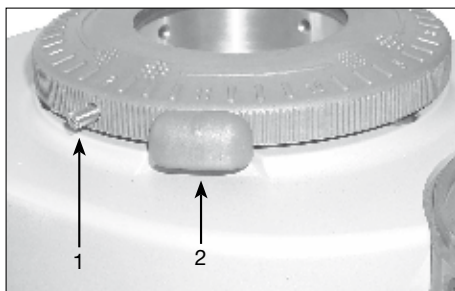
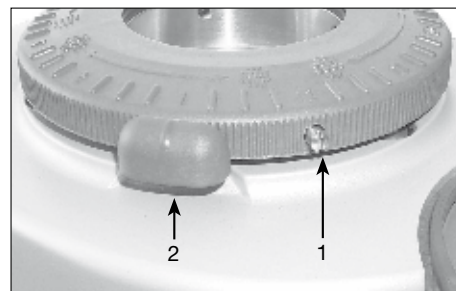

Abb. 1 - korrekte Montage
Abb. 2 - falsche Montage
7. Abschließend die Verstellmutter montieren und darauf achten, daß sich die Befestigungsschraube des Trichters im Gegenuhrzeigersinn vor dem Haltestift der Mahlsteine befindet, wie dies in Abb. 1 gezeigt ist. Abb. 2 zeigt hingegen eine unrichtige Montage der Verstellmutter: die Befestigungsschraube des Trichters (1) befindet sich hinter dem Haltestift der Mahlsteine (2). Es wird dringend darauf hingewiesen, daß in diesem Fall die Befestigungsschraube des Trichters eine Überwindung des Haltestiftes in der Öffnungsphase der Mahlsteine nicht zuläßt; da daher die Mahlsteine bereits in Kontakt sind, kann die korrekte Feinheit der gemahlene Kaffeebohnen nicht mehr eingestellt werden und es erfolgt keine oder eine nur tropfenweise Kaffeeausgabe.